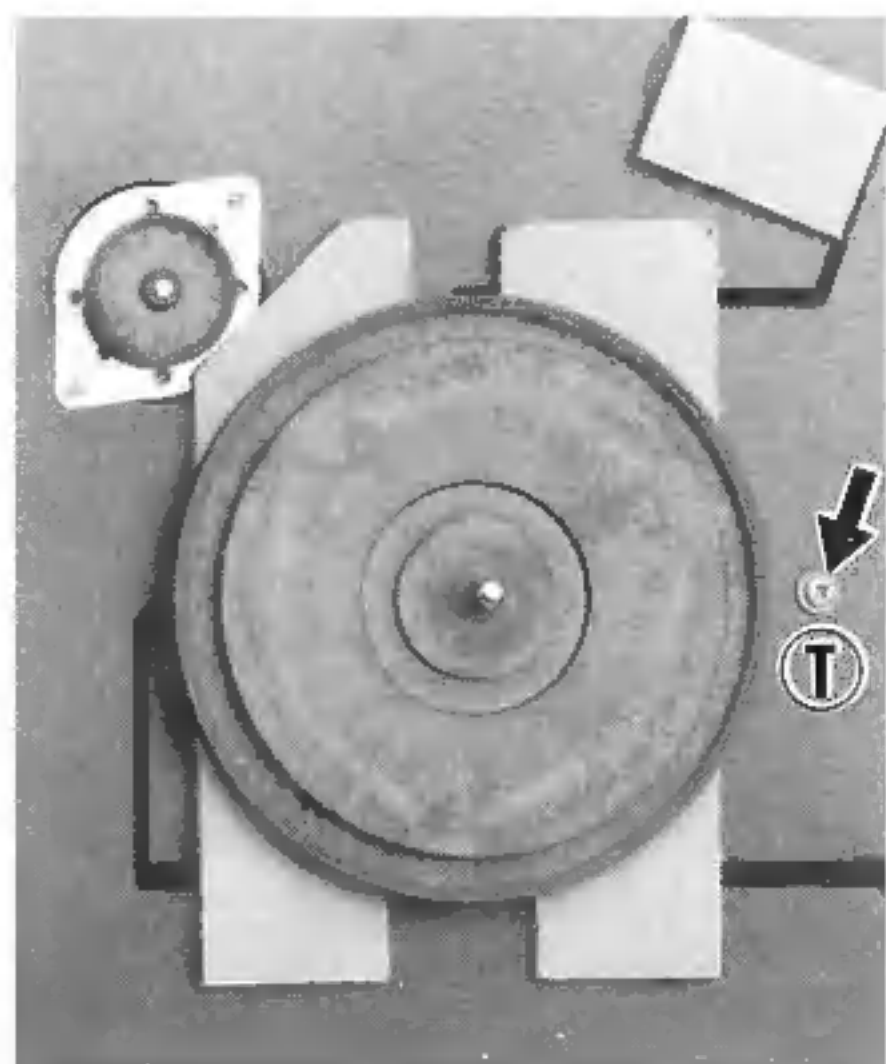

Fig. 1
Bevor Sie die **Einzelteile montieren**, entfernen Sie zuerst die Pappstücke (Fig. 1) unter dem Antriebsteller und dem Chassis.
Drehen Sie anschließend die Transportsicherungsschraube (T) (Fig. 1) rechts neben dem Plattenteller heraus. Bewahren Sie bitte die Schraube für einen späteren Transport auf.